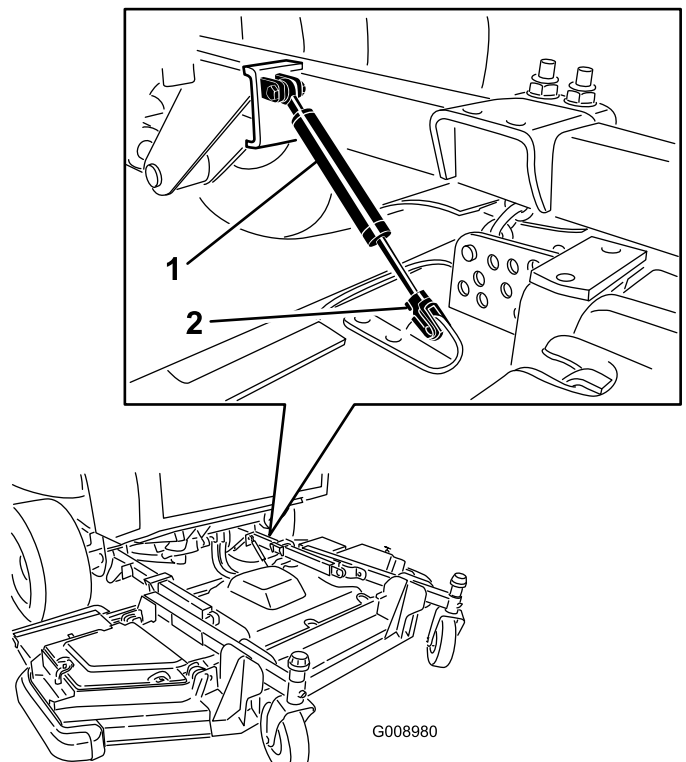

図 133
3. カuttingユニットのダンパアセンブリを固定しているリテーナクリップを抜いてアセンブリを外す **図 133**。